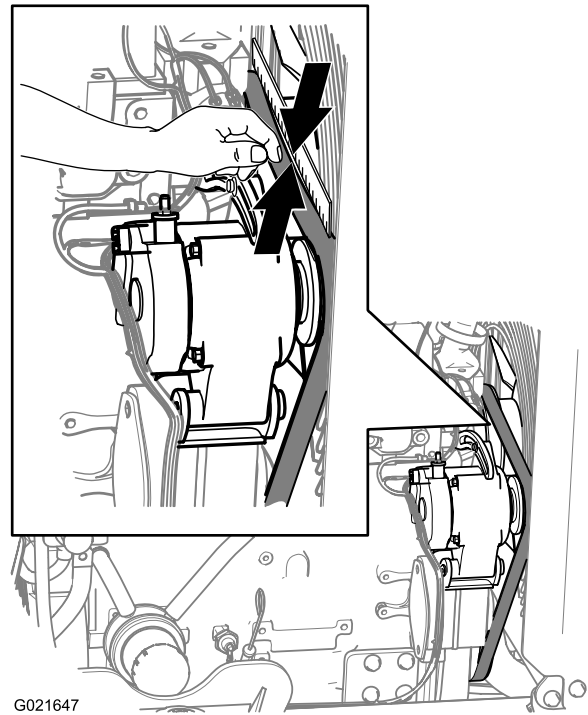

Bild 85
2. Legen Sie eine gerade Kante über den Treibriemen und über die Riemenscheiben, siehe Bild 85.
3. Drücken Sie den Riemen in der Mitte zwischen der Lüfterriemenscheibe und der Riemenscheibe der Lichtmaschine durch, wie in Bild 85 abgebildet.